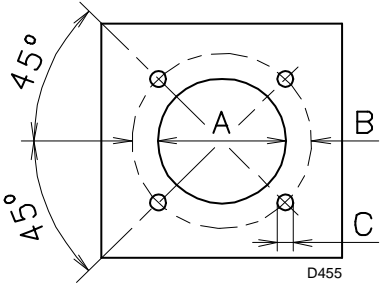

图 12
按图 12 所示, 在炉膛前挂板上钻孔。可以用随燃烧器附带的隔热垫定位螺纹孔的位置。
- 使用之前在锅炉上钻好的孔(图 12)，将燃烧器完全安装到锅炉上，使用随附的固定螺丝拧紧。